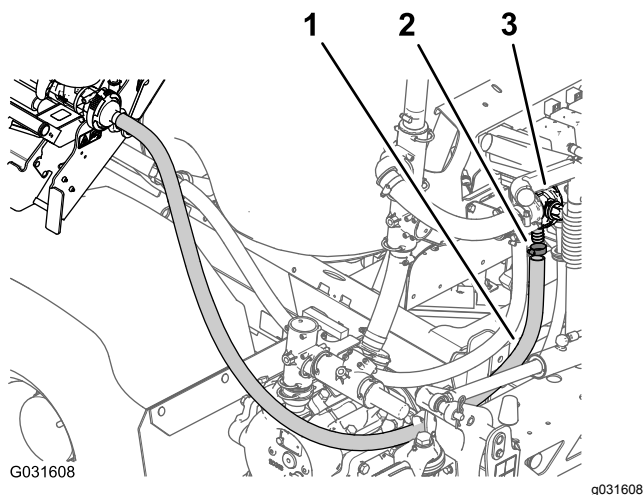

Рисунок 36
7. Снимите шланговый хомут, который крепит шланг подачи эдуктора к штуцеру типа «елочка» на клапане регулировки эдуктора (Рисунок 36).
8. Снимите шланг с клапана регулировки эдуктора (Рисунок 36).